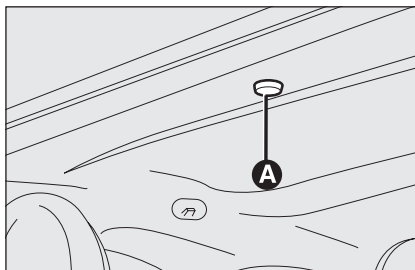

fig. 45
- enlever le bouchon de protection **A-fig. 45** logé sur le revêtement intérieur, à l'arrière du store pare-soleil;